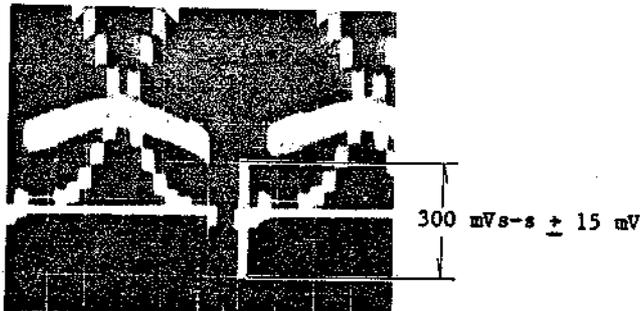

Abb. 4-14 Burstsinalpegel
(10) Burstsinalpegel (Abb. 4-14, 4-52)